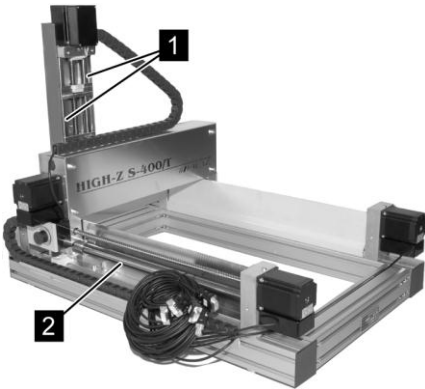

Abb. 25: Linearführungen der X- und Z-Achse
2. Linearführungen der X-Achse (Abb. 25/2) und der Z-Achse (Abb. 25/1) mit einem fusselfreien und mit Leichtlauföl benetzten Lappen einölen.